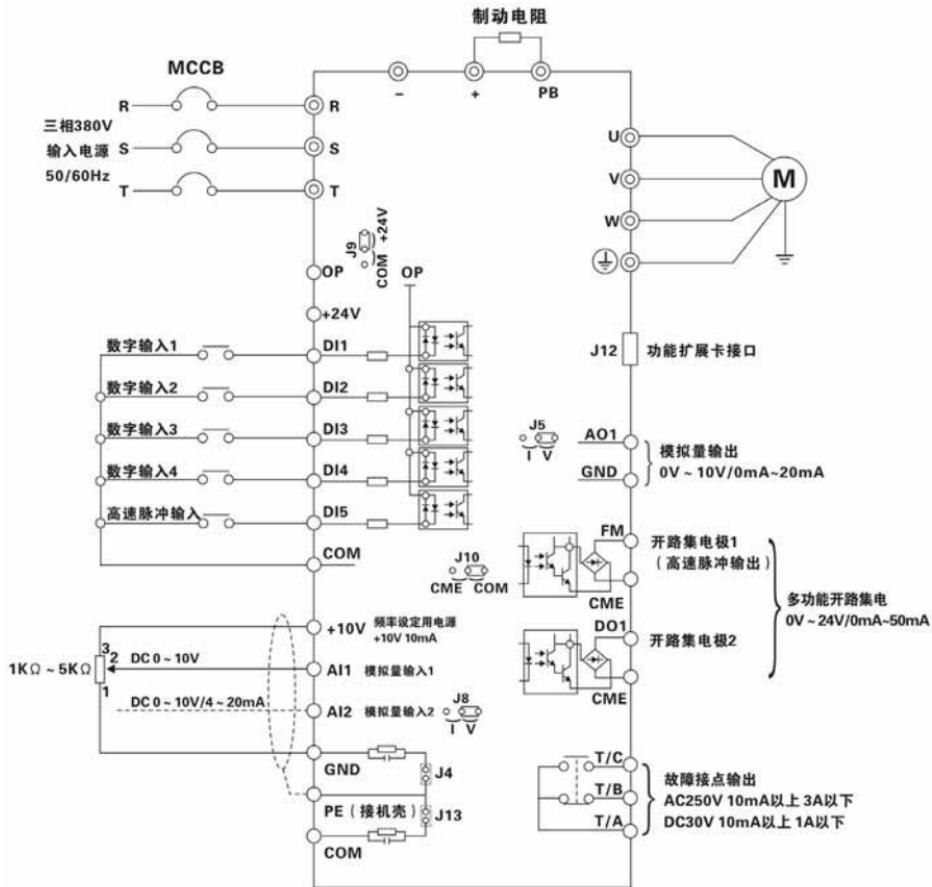
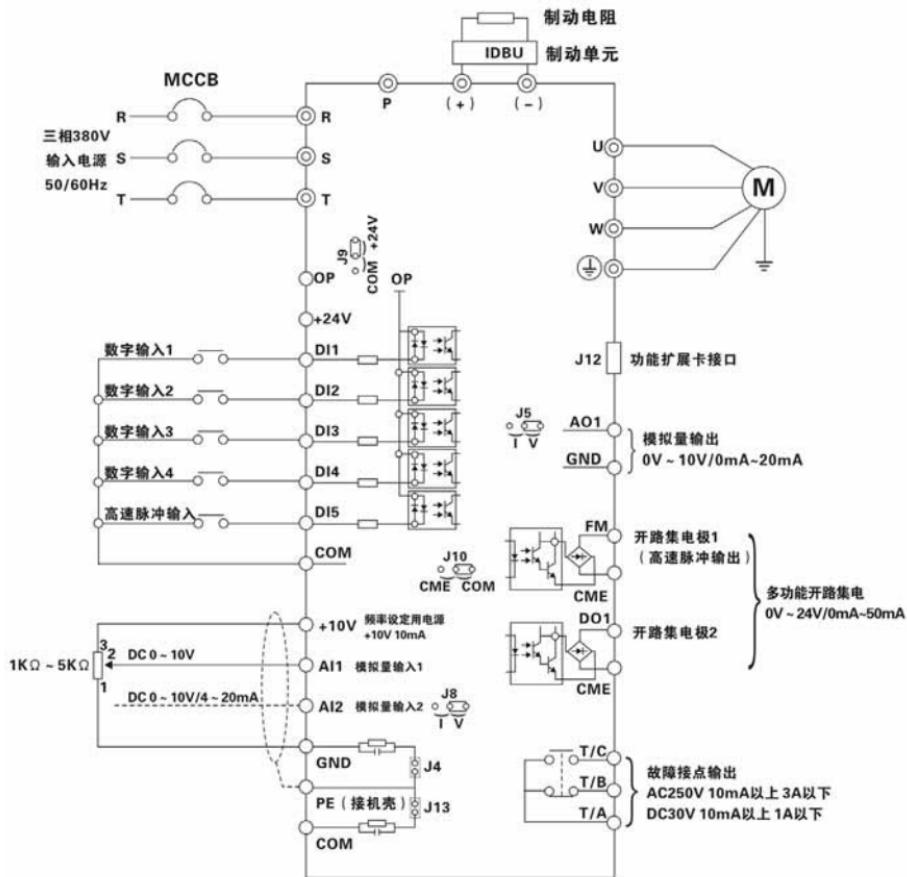

图 3-8 15kW 以下三相 380V 变频器接线示意图
图 3-9 37kW ~ 90kW 三相 380V 变频器接线示意图
- 18.5kW ~ 30kW 内置制动单元可选，选择内置制动单元时接线图如图 3-8，否则接线图如图 3-9。